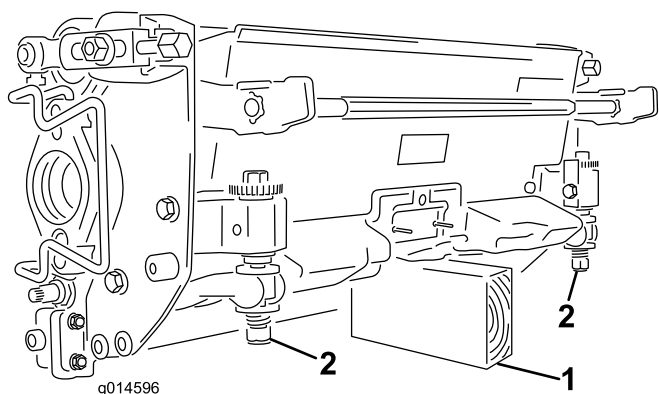

Figura 28
**Importante:** Sempre que precisar de inclinar a unidade de corte, coloque um apoio por baixo da traseira da unidade de corte para assegurar que as porcas da barra de apoio não fiquem apoiadas sobre a superfície de trabalho (Figura 28).